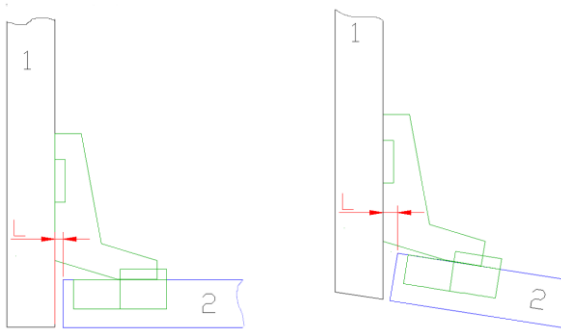

Рис. 11.41 Варианты установки внутренних петель
- петли для внутренних фасадов (см. рис. 11.41 стр. 453),
- **L** в базе петель для внутренних фасадов – расстояние от ребра плоскости фасада, на которую установлена чашка фасада до плоскости боковины тумбы, см. рис. 11.41 стр. 453.